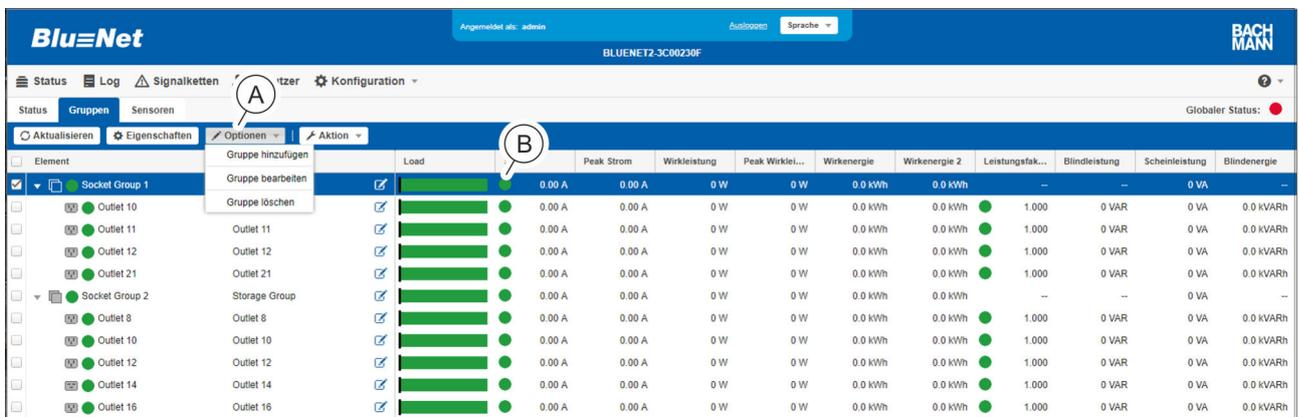

Abb. 111: Menü "Status" – Registerkarte "Gruppen"
3. ➔ Über „Optionen ➔ Gruppen hinzufügen“ eine neue Steckdosengruppe anlegen (Abb. 111/A).
Um eine bestehende Gruppe zu modifizieren, die gewünschte Gruppe auswählen (Abb. 111/B) und das Menü „Optionen ➔ Gruppe bearbeiten“ auswählen (Abb. 111/A).
Um eine Steckdosengruppe zu löschen, die gewünschte Steckdosengruppe auswählen (Abb. 111/B) und das Menü „Optionen ➔ Gruppe löschen“ auswählen (Abb. 111/A). Im Anschluss erscheint ein Abfragedialog, der bestätigt werden muss.